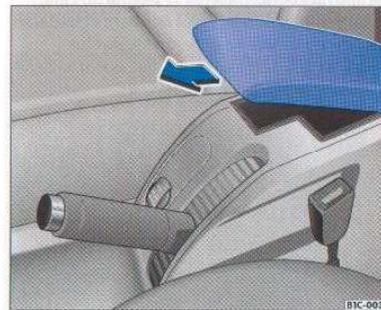

Fig. 39 Reposabrazos delantero
- Para ajustarlo hay que ir levantándolo, encastre por encastre ⇒ fig. 39, hasta que quede en la posición deseada.